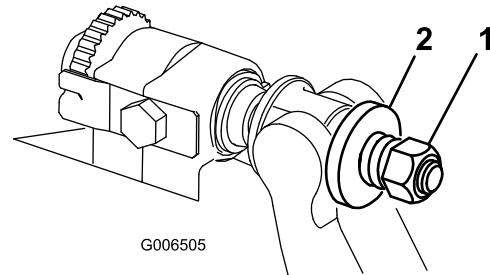

Figura 38
6. Aperte a porca da mola tensora até que a mola fique recolhida; em seguida, desaperte meia volta (Figura 38).